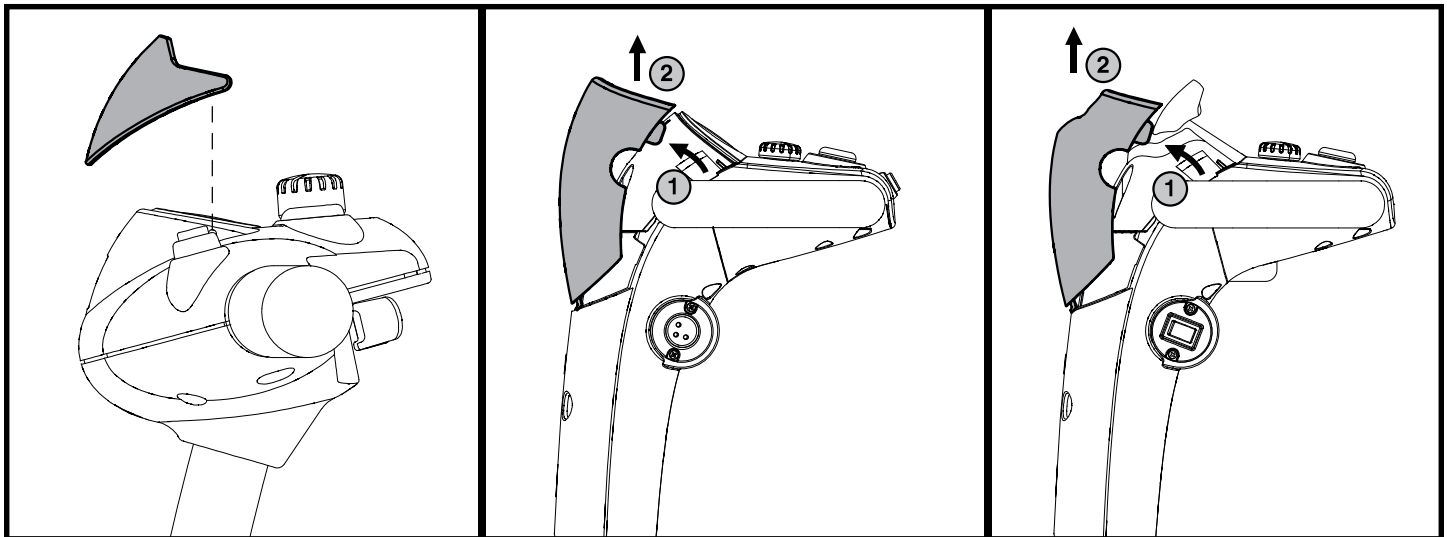

Abb. 17. Lenkerkonsole Schutzvisier
1. Drücken Sie die Oberseite der Schutzscheibe behutsam von der Lenkerkonsole weg und heben sie dann nach oben. **Siehe Abb. 17.**